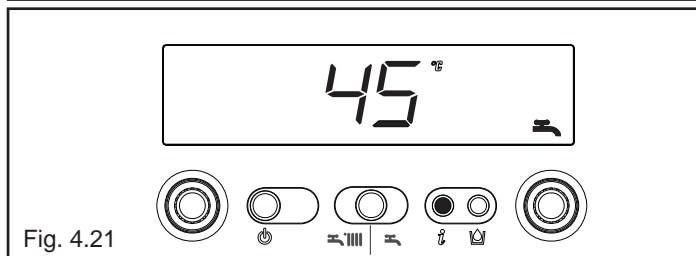

Fig. 4.21
**Info 4** visualizza la temperatura dell'acqua sanitaria settata (fig. 4.21).